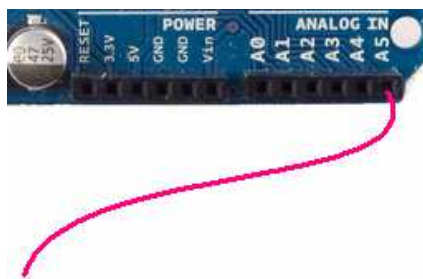

Рис. 6. Кусок провода, подсоединенный к аналоговому входу А5 контроллера Arduino для усиления наблюдаемой наводки сети 50 Гц.
Рис. 12. Вид сетевой наводки (подключение показано на Рис. 6) с наложением кадров (левое окно) и в отдельном кадре (правое окно). Причина смещения сигнала при наложении кадров – отсутствие синхронизации отображения. Примечание: Simulink имеет достаточно средств для построения канала синхронизации.
3. Проверьте качество канала “Вход АЦП – дисплей МатЛИАБ”, например по периоду сетевой 50 Гц наводки на входе АЦП. Для увеличения амплитуды наводки ко входу АЦП подсоедините кусок провода (см. Рис. 6). Амплитуда наводки зависит от расстояния между проводом и вашей рукой.